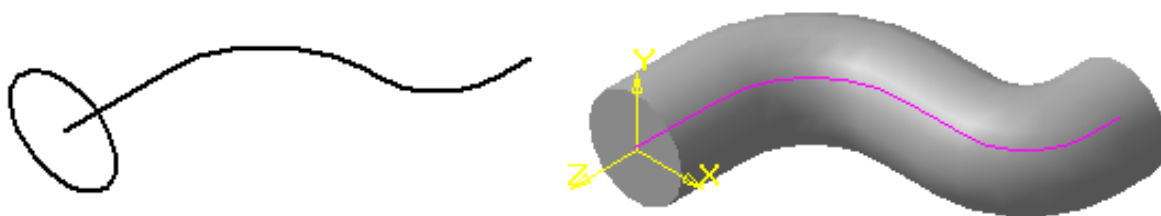

Рис. 73
Для создания трубчатой поверхности можно воспользоваться кинематическим перемещением окружности по направляющей линии (рис.73).
- 3) **кинематическая операция** – перемещение контура вдоль направляющей (рис. 73);